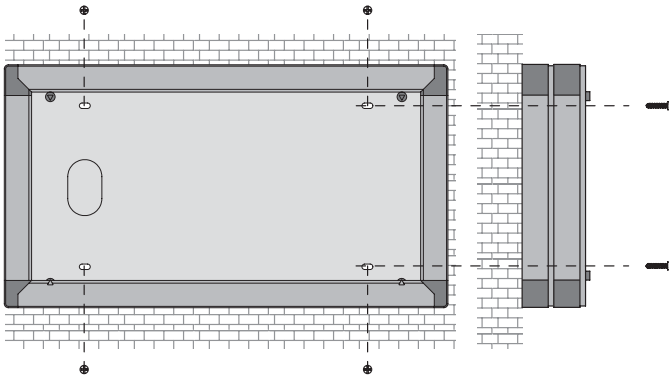

Fig 15
- Far passare i cablaggi a piattina che uniscono i moduli, tra le scatole e le cornici. Agganciare le placche alle testate e fissarle per mezzo delle chiavette speciali ELVOX (fig. 15).